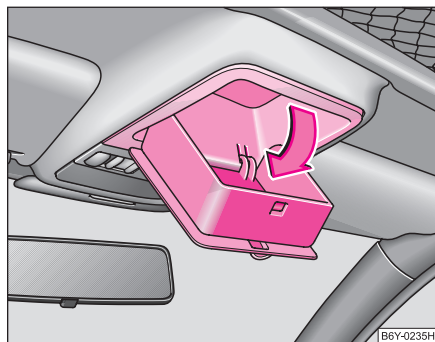

Fig. 188 Plafonul:
- Trageți capacul în sensul indicat de săgeată ⇒ fig. 188, compartimentul se deschide.